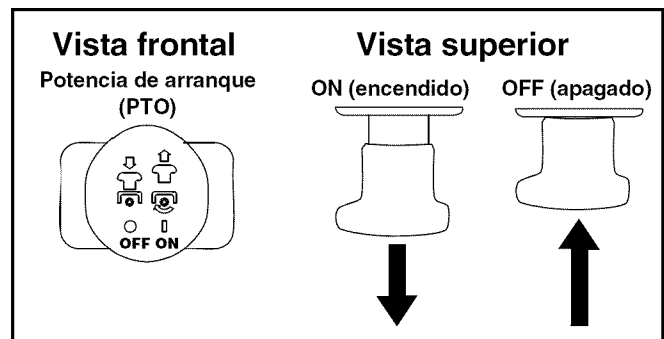

Figura 8
- Tire de la perilla de la potencia de arranque (PTO) (enganche de cuchilla) hacia afuera en la posición ON (conectada). Vea la Figura 8.